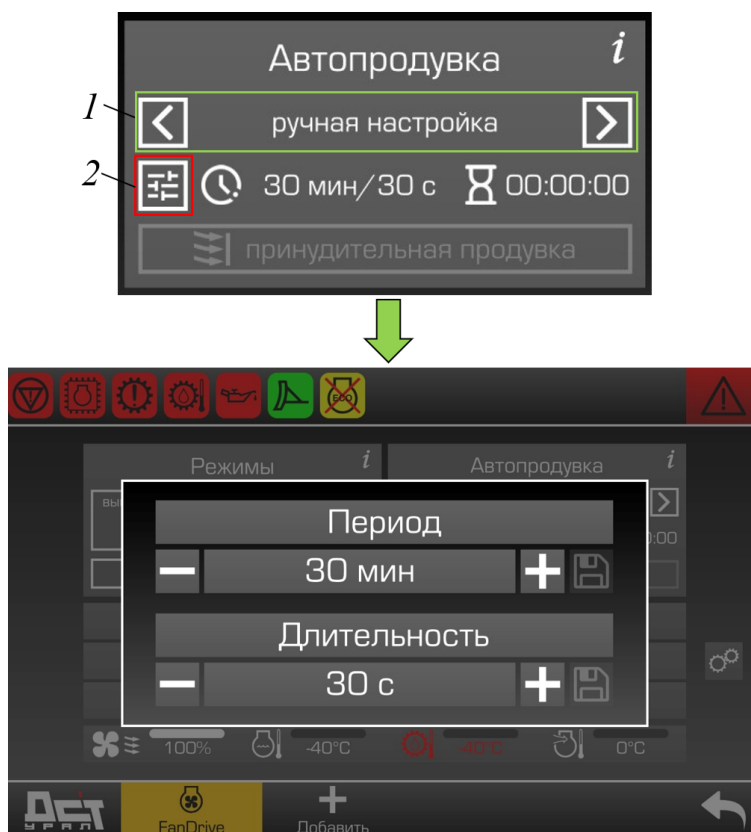

Рисунок 3.108. Настройка автопродувки
- ▶ На странице «FanDrive» стрелками выбрать режим «Ручная настройка» в области поз. 1, рис. 3.108.